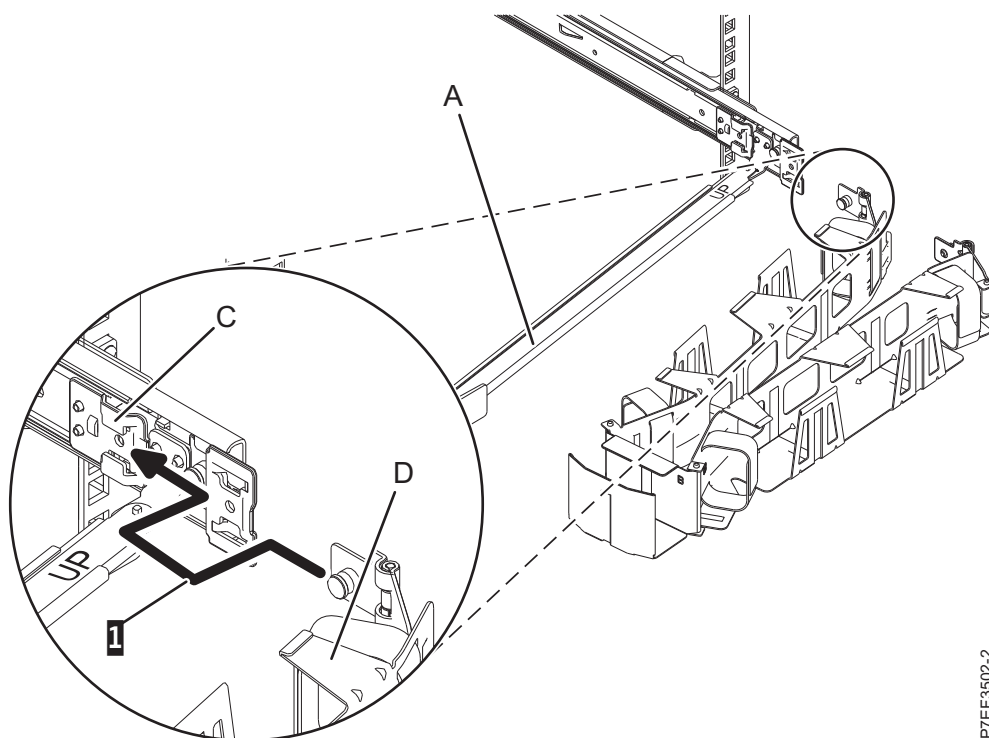
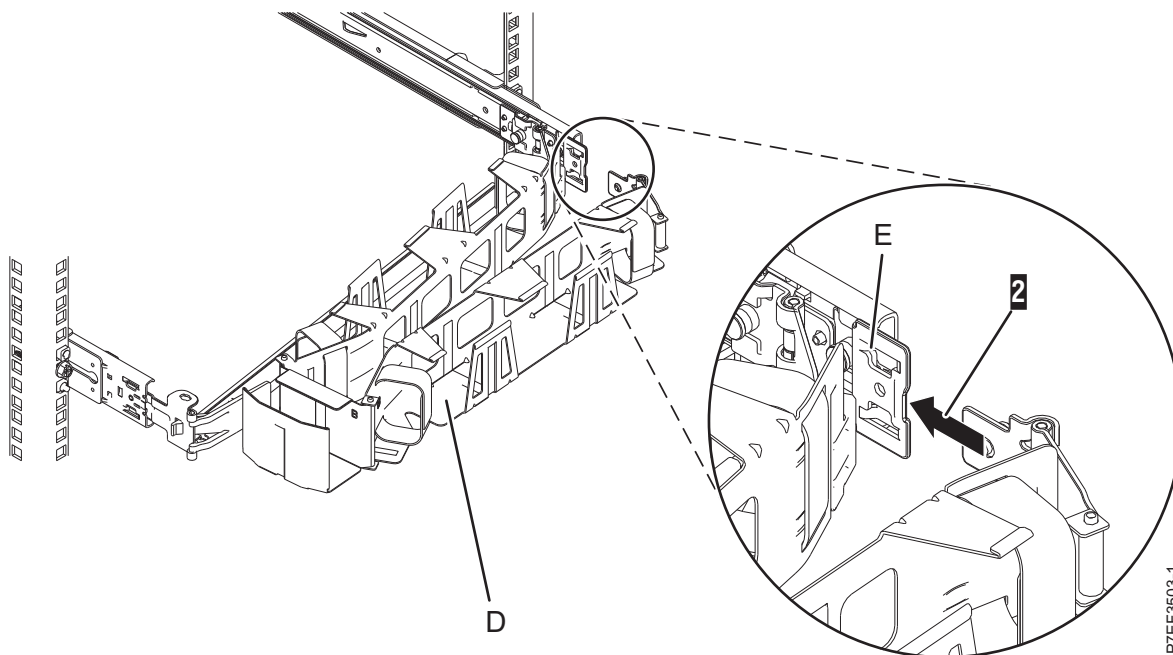

Abbildung 15. Lasche des Kabelträgers in die Aussparung der Halterung schieben
Abbildung 16. Andere Lasche des Kabelträgers in die Erweiterungshalterung schieben
7. Platzieren Sie den Kabelträger (D) am Stützarm (A). Schieben Sie die erste Lasche des Kabelträgers in die Aussparung an der Halterung (C). Drücken Sie auf die Lasche, bis die gefederte Verriegelung einrastet. Schieben Sie die andere Lasche des Kabelträgers in die Erweiterungshalterung (E) an der Außenseite der rechten Schiene (2). Drücken Sie auf die Lasche, bis die gefederte Verriegelung einrastet. Einzelheiten finden Sie unter Abb. 15 und Abb. 16 auf Seite 12.